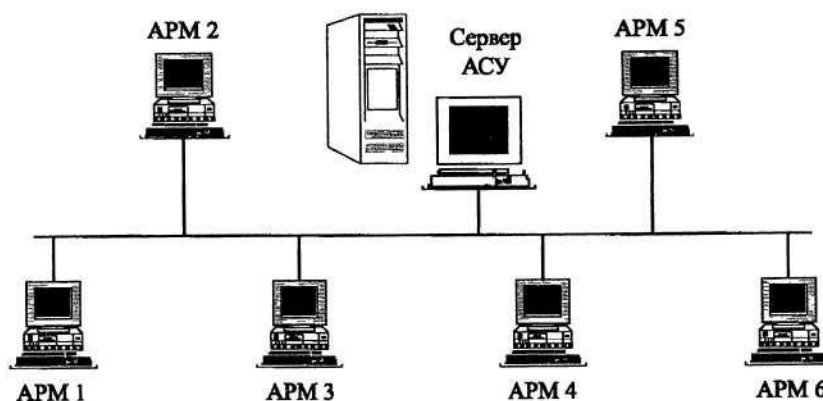

Рисунок 1- Шинная (магистральная) топология
*Шинная (магистральная) топология* — среда передачи информации представляется в форме коммуникационного пути, доступного для всех рабочих станций, к которому они присоединены (рисунок 1).